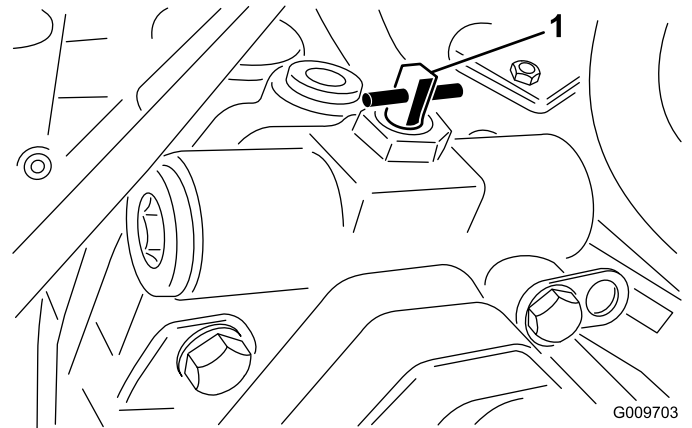

図 43
2. バイパスバルブのレバー (図 43) を右または左に90°回転 (4分の1回転) させると内部でバイパスが形成される。これにより、トランスミッションを破損することなく機械を押して移動できるようになる。バルブを開けたとき、どちらの方向に回したかを覚えておくこと。